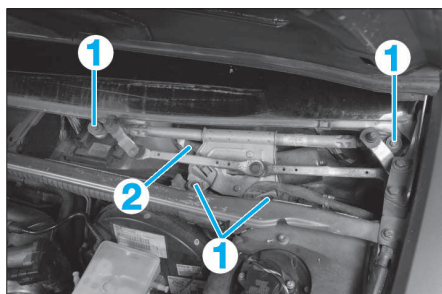

FIG. 29
- les 4 fixations (1) (Fig.29).